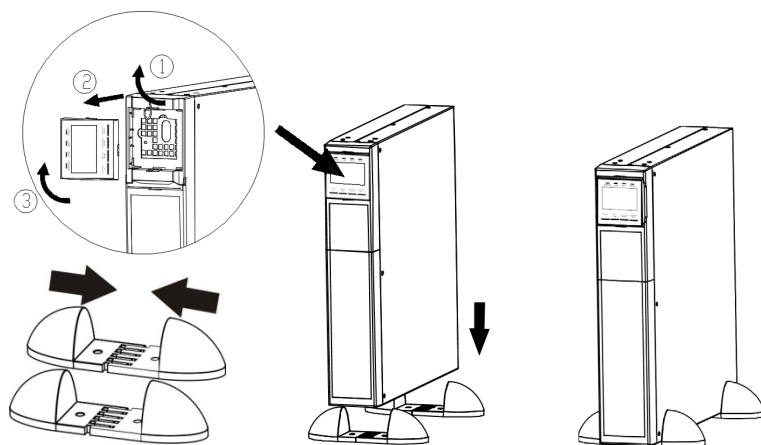

Рисунок 7 – Порядок установки ИБП в вертикальное напольное (настольное) положение
7.1.4 Установку ИБП в вертикальное положение следует производить при помощи кронштейнов для вертикальной установки в следующей последовательности (рисунок 7):